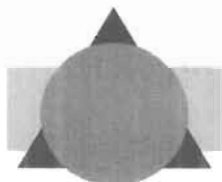

图 4-25
(1) 根据原始文件路径打开图形, 如图 4-25 所示, 此时矩形显示在最下层, 三角形显示在中间, 圆形显示在最前面。